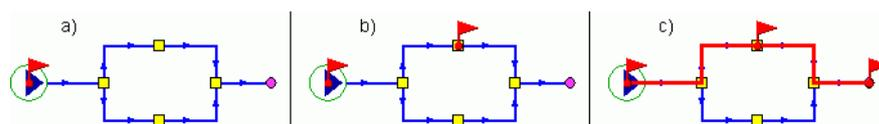

Рисунок 17.2. Построение пьезометрического графика
2. Подведите курсор мыши к начальному объекту (например, к насосу) и нажмите левую кнопку мыши, после чего на выбранном объекте будет установлен красный флажок (см. Рисунок 17.2, «Построение пьезометрического графика»а);
3. Щелчком левой кнопкой мыши поставьте флажок на конечном объекте (например, проблемном потребителе). При существовании нескольких маршрутов до конечного узла (в кольцевых сетях) установите флажки на промежуточных узлах сети (см. Рисунок 17.2, «Построение пьезометрического графика»б). Также можно указать участки, по которым не будет проходить маршрут. Для этого, удерживая клавишу Ctrl, щелкните левой кнопкой мыши по тем участкам, по которым не будет проходить маршрут, они отметятся красным крестиком;
4. Подведите курсор к конечному узлу и установите флажок двойным нажатием левой кнопки мыши, в результате на конечном узле будет установлен флажок, а выбранный маршрут для построения графика высветится красным цветом (см. Рисунок 17.2, «Построение пьезометрического графика» с);